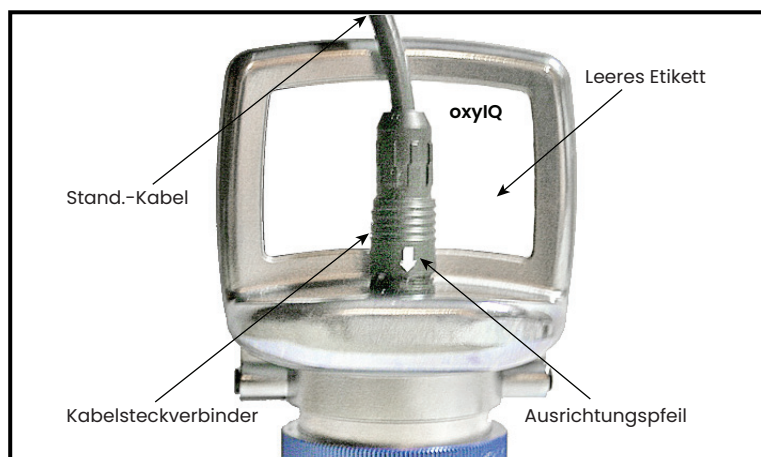

Abbildung 5: oxy.IQ-Kabel und -Steckverbinder
1. Schließen Sie das entsprechende Kabel an den oxy.IQ an (siehe *Abbildung 5* unten). Achten Sie darauf, den weißen Pfeil auf dem Kabelsteckverbinder mit dem weißen Pfeil auf dem oxy.IQ-Steckverbinder auszurichten, und drücken Sie dann die Oberseite des Kabelsteckverbinders gerade nach unten auf den Gegensteckverbinder auf der Rückseite des Elektronikmoduls, bis Sie ein Klicken hören.